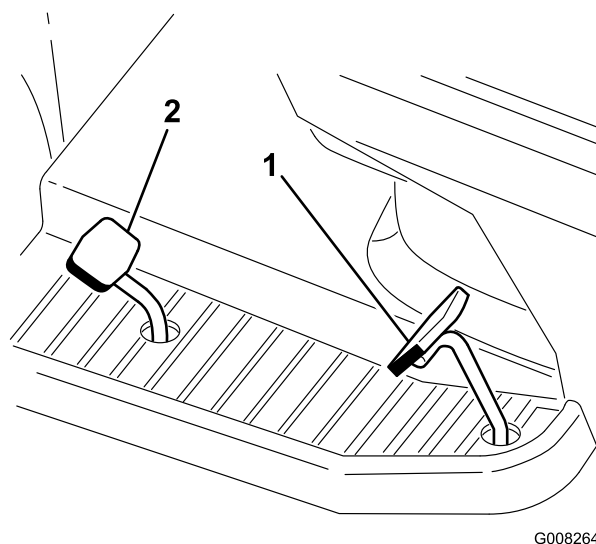

Figura 16
2. Mettete il piede sul pedale di comando della trazione e premete lentamente per spostarvi in avanti (Figura 16).
2. Mettete il piede sul pedale di comando della retromarcia e premete lentamente per spostarvi indietro (Figura 16).